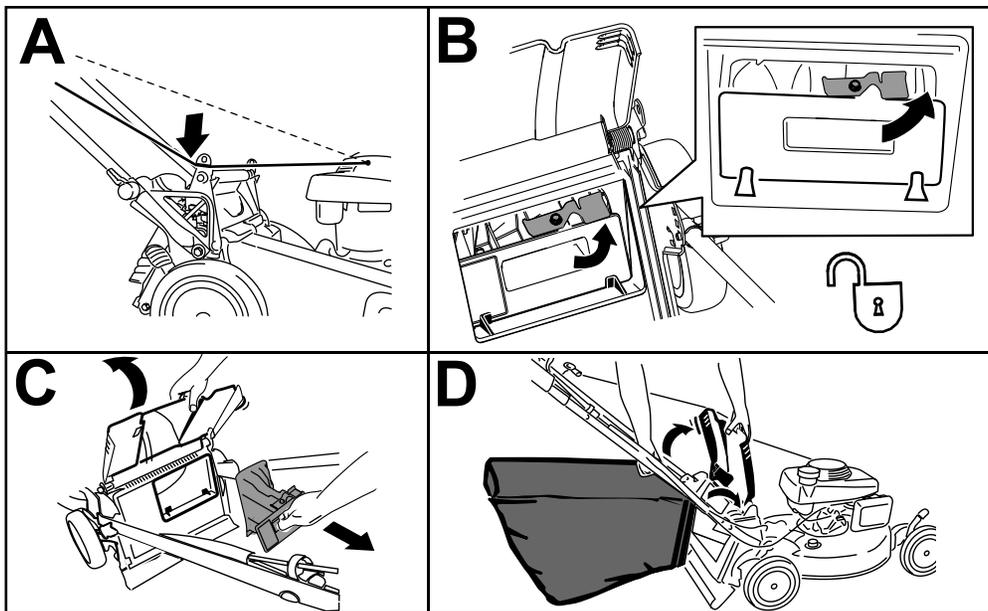

Figura 23
Nota: Para desbloquear el tapón trasero, gire la palanca del tapón a la derecha (Figura 23).
1. Pase la cuerda del arrancador alrededor de la guía de cuerda inferior (Figura 23, A).
2. Levante y sujete el deflector trasero y extraiga el tapón trasero (Figura 23, B).
3. Extraiga el tapón trasero (Figura 23, C).
4. Cuelgue el borde superior delantero de la bolsa de los pasadores situados en las muescas de los soportes del manillar (Figura 23, D).